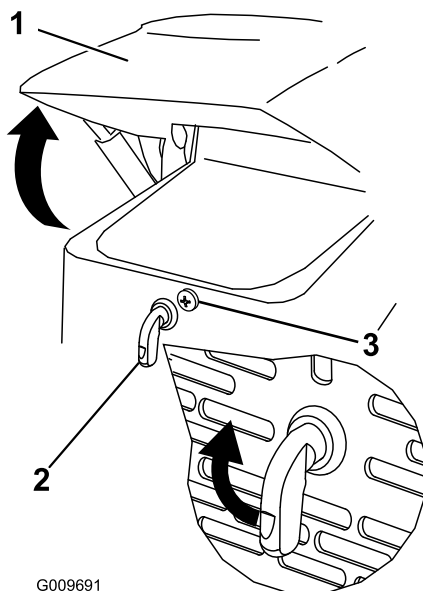

Figura 27
1. Afloje el tornillo de bloqueo del capó (Figura 27).
3. Apriete el tornillo de bloqueo del capó para bloquear el cierre (Figura 27).
2. Giro el cierre del capó en el sentido de las agujas del reloj (Figura 27).
3. Levante el capó (Figura 27).